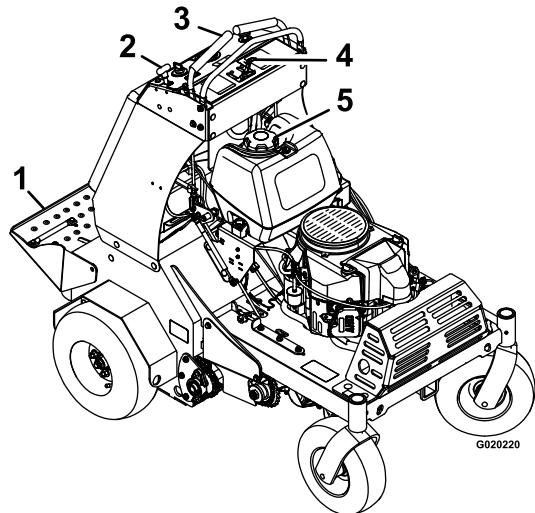

**Figure 8**
10. Retirez et conservez la goupille fendue, l'axe de chape et la butée de vérin, comme montré à la Figure 8.